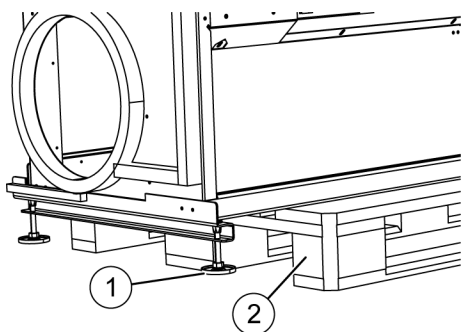

Abb. 21: Stellfüße demontieren
1. Wenn die Stellfüße (Abb. 21/1) am Unterteil noch nicht demontiert sind, diese demontieren. Dazu das Unterteil mit der Palette (Abb. 21/2) genügend anheben.